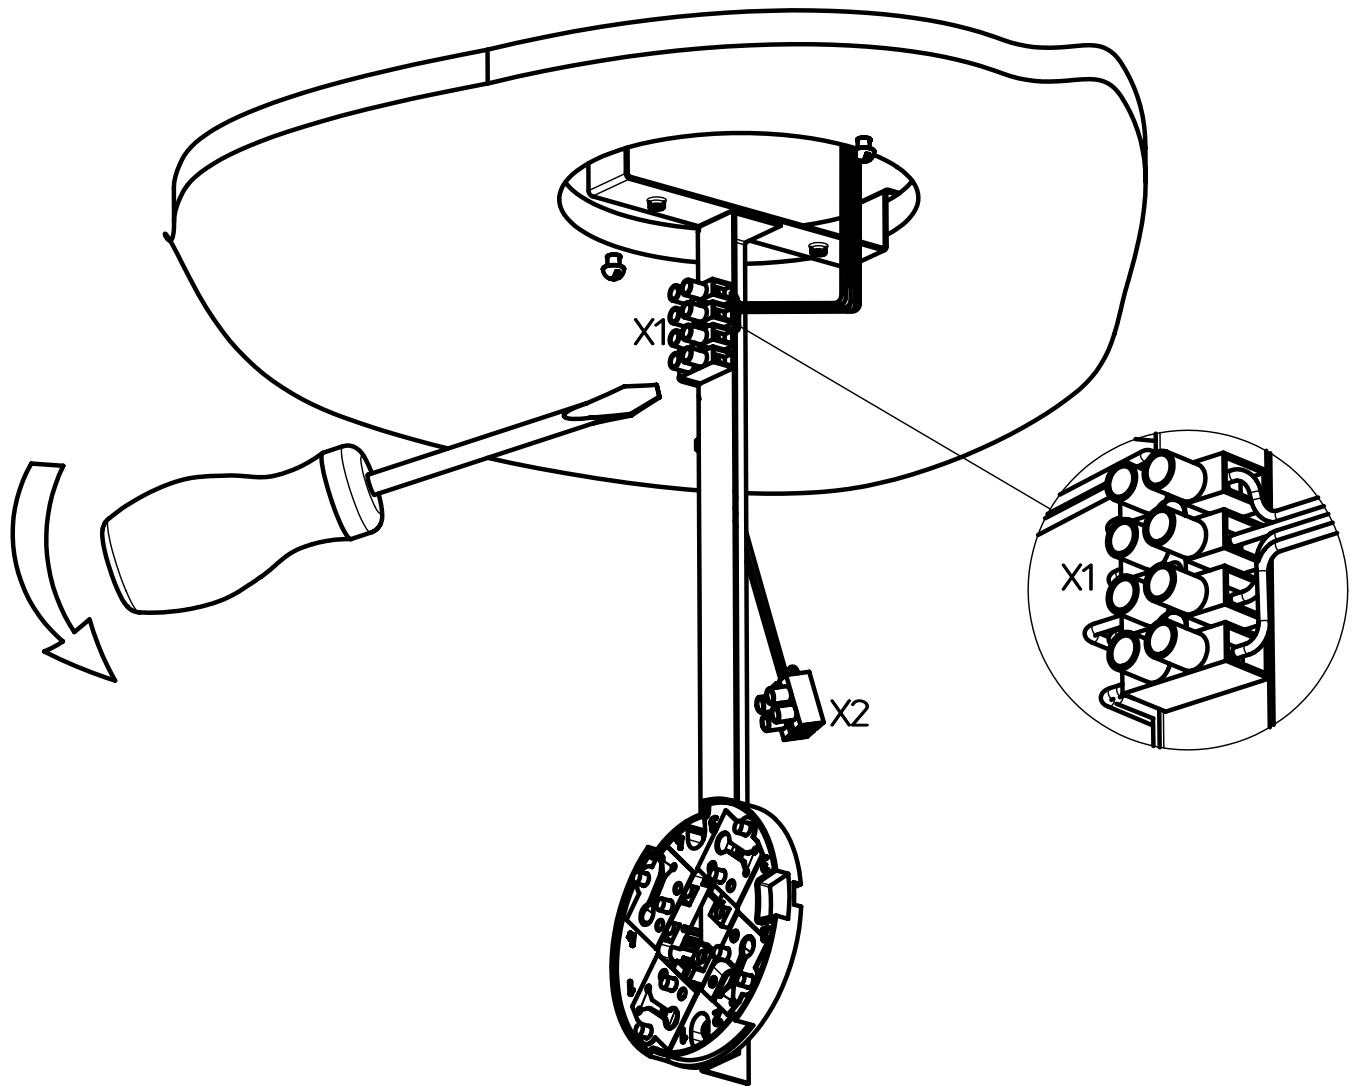

Рис. 3. Подключение шлейфа сигнализации к розетке запотолочного извещателя
4.4 До выполнения монтажа (для удобства выполнения электрических соединений) установить кронштейн запотолочного извещателя вниз розеткой, не закрепляя саморезами, как показано на рис. 3.